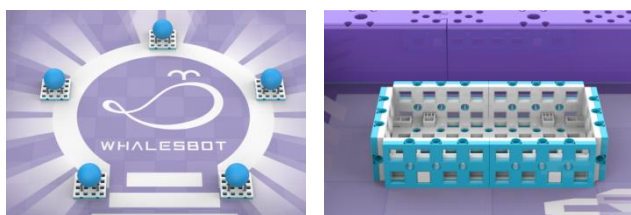

图 10 初始状态
(1) 场地上最多放置 5 个能源模型（直径约 6cm，材质 EVA）和 2 个存放区，如图 10。